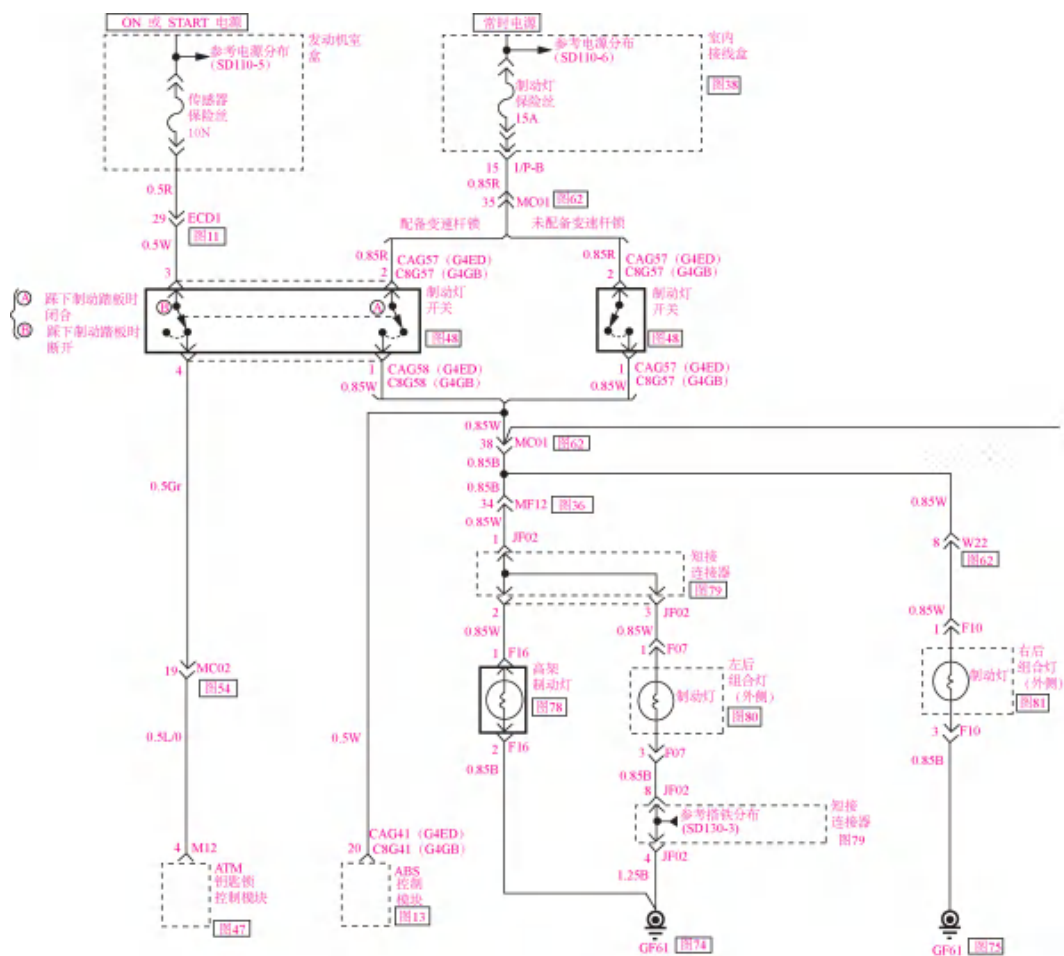

图 4-1-4 悦动制动灯电路
(1) 现代悦动制动灯电路, 制动灯受点火开关控制, 如图 4-1-4 所示。